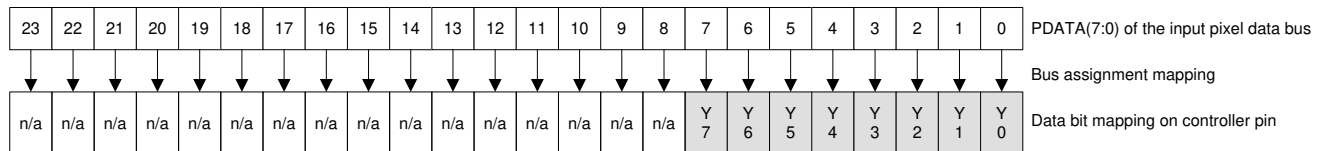

図 5-9. BT.656 インターフェイス モードのビット マッピング
- (1) この式を使用して、クロック ジッタ (ns 単位) を計算します: $ジッタ = [1/f_{clock} - 5.76ns]$ 。クロック ジッタは、セットアップ時間およびホールド時間を維持できる範囲内にある必要があります。BT.656 のデータビットは、図 5-9 に示すように DLPC3470 の PDATA バスにマッピングする必要があります。BT.656 バス モードにおける YCbCr 4:2:2 ソースの PDATA (23:0) マッピングを示しています。
- (2) BT.656 インターフェイスは、業界標準に従ってエンコードされた 8 ビット/色の 4:2:2 YCbCr データを、PCLK のアクティブ エッジで PDATA (7:0) を介して受け付けます。図 5-9 を参照してください。